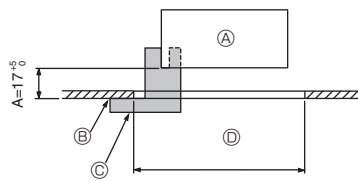
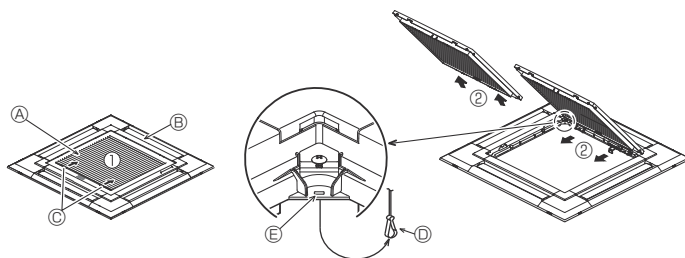
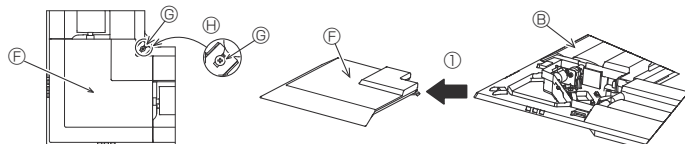

Fig. 9-2
Fig. 9-3
Fig. 9-4
①	Решетка	1	950 × 950 (мм)
②	Монтажный калибр	1	(Поделен на 4 части)
③	Винт (4 × 16)	1	для PLP-6EAE, PLP-6EALME, PLP-6EALME
④	Угловая панель i-see sensor	1	для PLP-6EAE, PLP-6EALME, PLP-6EALME
⑤	Беспроводной пульт дистанционного управления	1	для PLP-6EALM, PLP-6EALME
⑥	Держатель пульта дистанционного управления	1	Входит в комплект при наличии беспроводного пульта дистанционного управления.
⑦	Батареи LR6 AA	2	Входит в комплект при наличии беспроводного пульта дистанционного управления.
⑧	Шурупы-саморезы 3,5 × 16	2	Входит в комплект при наличии беспроводного пульта дистанционного управления.
9.2. Подготовка к установке вентиляционной решетки (Fig. 9-2)
- С помощью поставляемого в данном комплекте калибра ② отрегулируйте и проверьте размещение главного прибора относительно поверхности потолка. Если положение главного прибора относительно поверхности потолка неправильное, то результатом могут явиться утечки воздуха или образование конденсата.
- Ⓒ Монтажный калибр ② (вставлен в главный прибор)
9.2.1. Удаление воздухозаборной решетки (Fig. 9-3)
- Сдвиньте рычаги в направлении, обозначенном стрелкой ①, чтобы открыть воздухозаборную решетку.
- Пока воздухозаборная решетка находится в "открытом" положении, удалите стержень воздухозаборной решетки с вентиляционной решетки в направлении стрелки ②.
9.2.2. Удаление угловой панели (Fig. 9-4)
- Ослабьте 4 винта на углу. Сдвиньте угловую панель в направлении стрелки ①, показанной на рисунке, и снимите ее.
[Fig.9-3] [Fig.9-4]